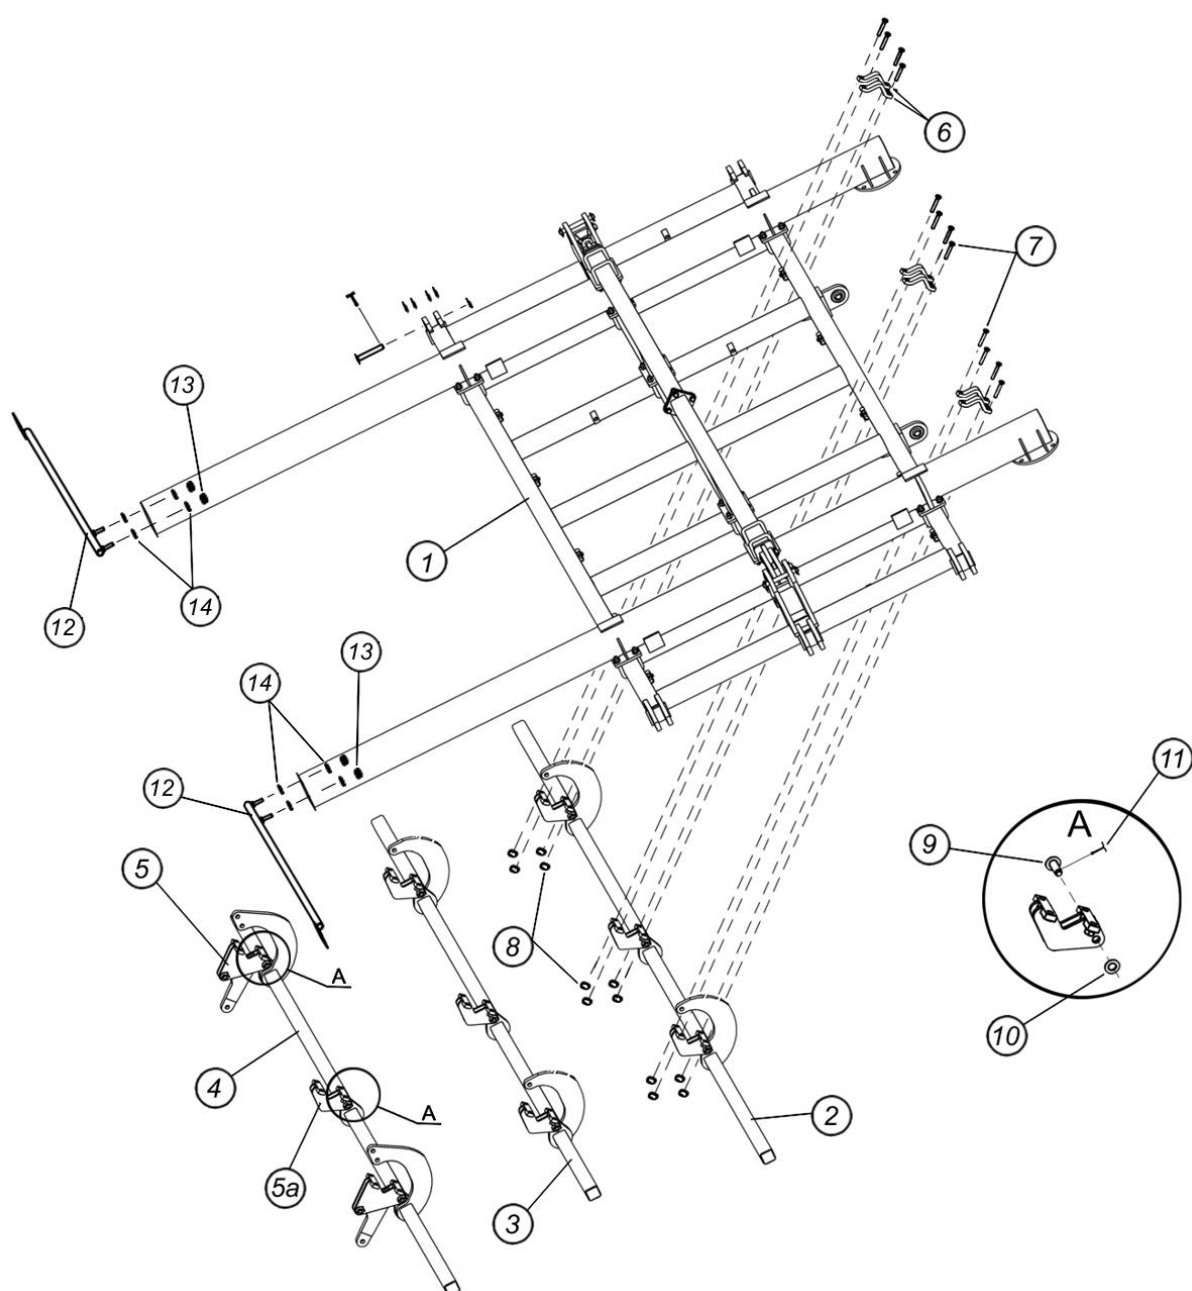

Рис.7.1.4. Крепление балок сошников к раме
7.1.4. Крепление балок сошников к раме (рис.7.1.4)